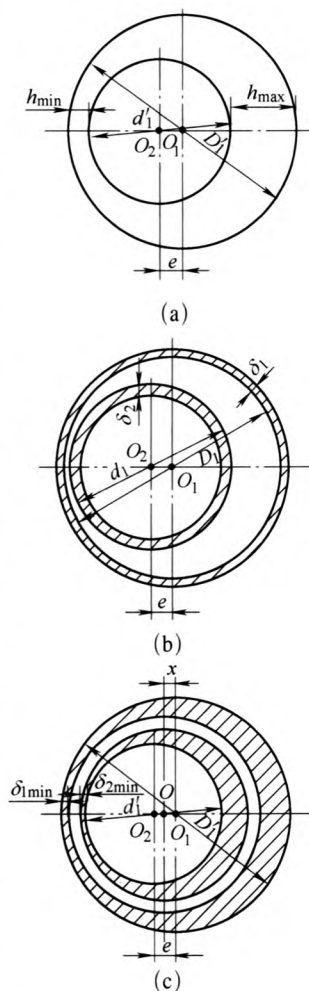

图 1
如图1所示的圆环是一个铸件的毛坯, 其内外圆都要加工, 由于铸造原因造成内外圆偏心较大, 需要内外圆同时借料才能确定。
(1) 确定偏心量 $e$  根据图1列方程